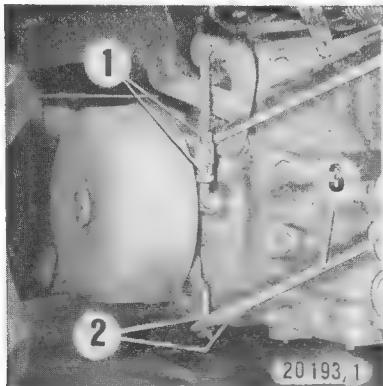

Fig. 79
L'efficacité du frein à main devrait être ressentie tandis que le levier d'actionnement ② du frein à main se trouve encore dans le premier quart de la course. S'il faut l'actionner davantage, corriger la bielle en agissant sur le tendeur fileté ① – Fig. 79.